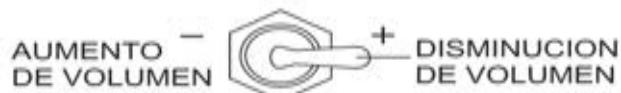

Figura 27. Control del volumen
2. Deslice a la derecha el **interruptor de control del volumen** (Figura 27) para aumentar el volumen aproximadamente **10 tiempos por minuto**. Deslizando el control del volumen a la izquierda **disminuirá** el volumen de la bomba.
7. Deslice el **interruptor de control de volumen** (Figura 27) a la derecha para aumentar el volumen a 25-30 tiempos por minuto. Descargue lentamente el concreto del camión revolvedora hacia la tolva y llénela completamente. Mantenga la bomba funcionando continuamente hasta que el concreto este descargado al final del sistema de entrega. Si la bomba se detiene durante este procedimiento, puede ocurrir un bloqueo.